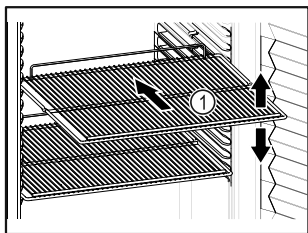

Fig. 57
- Spostare i ripiani Fig. 57 (1) in base all'altezza richiesta.